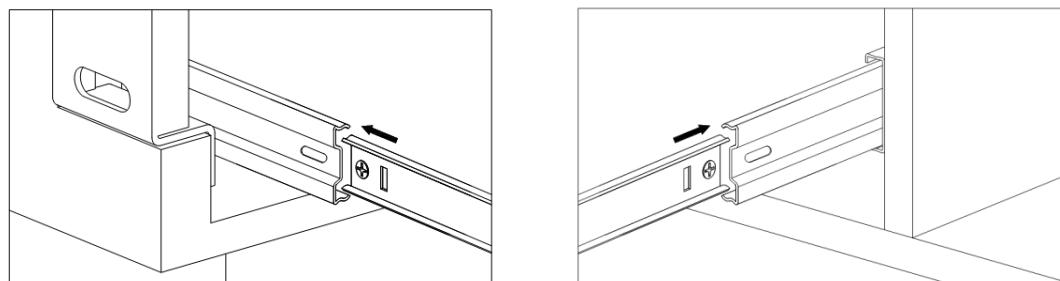

Fig. 9
49. Volver a ensamblar los cajones en el sistema de guías de la unidad de almacenamiento. Para este paso es necesario que trabajen juntas dos personas debido al tamaño del cajón. Ensamblar la parte posterior del cajón en su posición original de la estructura de almacenamiento lateral (A). Alinear las guías de metal. Asegurarse de que ambas guías estén correctamente alineadas y después empujar suavemente el cajón hasta que quede detenida por la guía. Ver **Fig. 9**. Abrir y cerrar el cajón tres veces para asegurarse de que el cajón funciona bien.